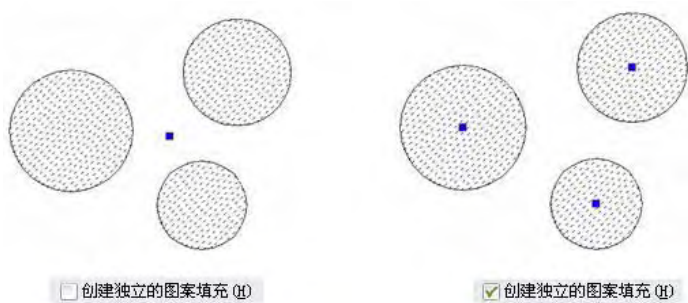

图 4-7 通过显示对象夹点查看图案是否独立
**创建独立的图案填充：**对于有多个独立封闭边界的情况下，中望 CAD 可以用两种方式创建填充，一种是将几处的图案定义为一个整体，另一种是将各处图案独立定义，如图 4-7 所示，通过显示对象夹点可以看出，在未选择此项时创建的填充图案是一个整体，而选择此项时创建的是 3 个填充图案。